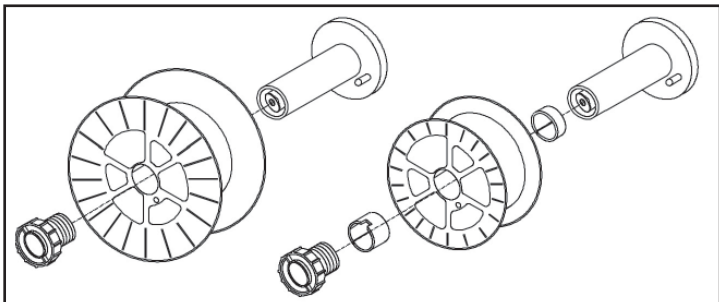

Abb. 12 - Spool Assembly
- Montieren Sie die Drahtrolle der Zeichnung Bild 12 entsprechend und setzen Sie die Mutter des Drahtspulenhalter ein. Ziehen Sie diese Handfest an.
- Die montierte Spule entfernen dazu die Mutter von der Drahtaufnahme entfernen. Die Absandsstücke von Spulenhalter entfernen. Die Spule der Zeichnung Bild 12 entsprechend montieren und die Mutter handfest anziehen.